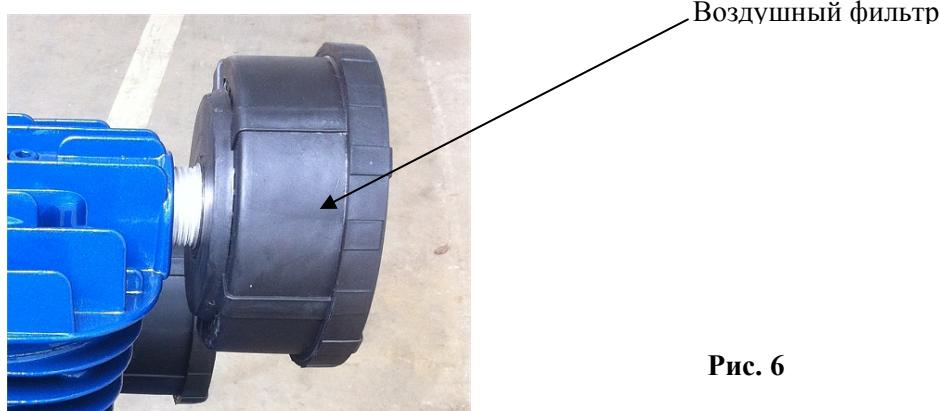

Рис. 6
- (1) Установите / замените воздушный фильтр (рис. 6).
- (2) Если в ресивере находится сжатый воздух, не отсоединяйте части, которые могут находиться под давлением.
- (3) Когда компрессор находится под напряжением, не отсоединяйте никакие электрические компоненты.
- (4) Никогда не регулируйте клапан безопасности – это может привести к аварийной ситуации.
- (5) Не используйте компрессор в помещениях с нестабильным сетевым напряжением.
- (6) Кабель питания должен быть сечением не менее 1.5 мм² и не более 5 м в длину.
- (7) Никогда не прекращайте работу, выдергивая кабель питания вместо выключения при помощи